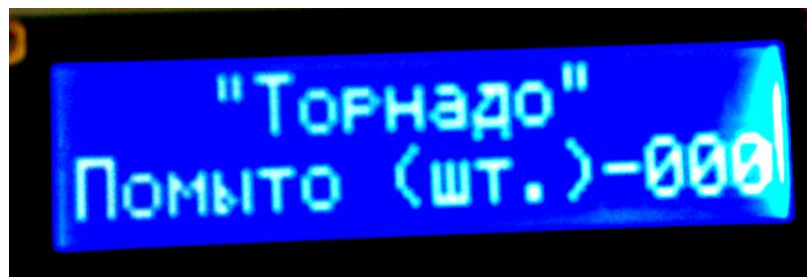

Рис. 6.2.
6.5. В ждущем режиме дисплей отображает количество помытых колес (рис.6.2). При достижении количества равного 200 колес** на экране высветится надпись: «Замените воду» и перестанут запускаться программы. Для обнуления счетчика и сброса сообщения необходимо нажать и удерживать кнопку «Обдув воздухом «А» до тех пор, пока сообщение не пропадет (3-5с).